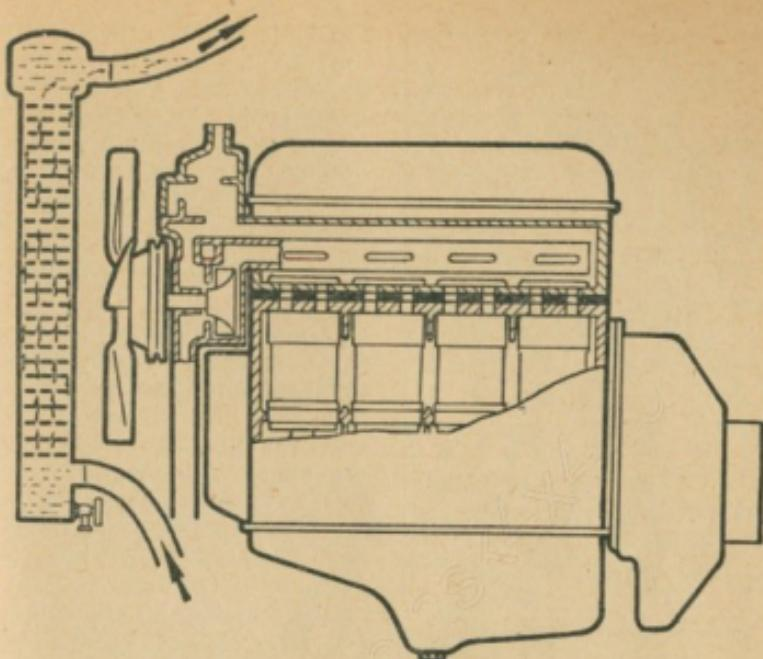

Рис. 32. Промывка радиатора
3. Промыть радиатор горячей водой в направлении, обратном циркуляции воды в двигателе в течение 30—40 минут под напором 0,5 кг/см² (рис. 32).